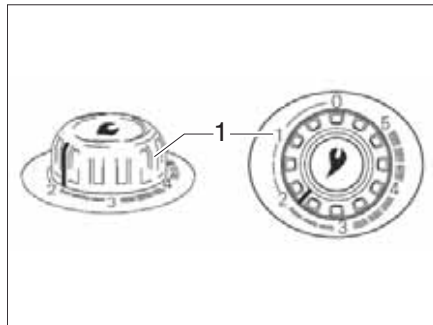

Fig. 105 Regulador giratorio en la calefacción de aire caliente
- Ajustar el regulador giratorio en la calefacción (Fig. 105,1) al valor deseado y bajar hasta el tope.
- Situar el regulador giratorio de la calefacción (Fig. 105,1) en "0". El dispositivo automático de encendido se desconecta al mismo tiempo.
- ▷ Puede obtenerse información adicional en las instrucciones de uso independientes "Truma S 3004 (P) / S 5004".